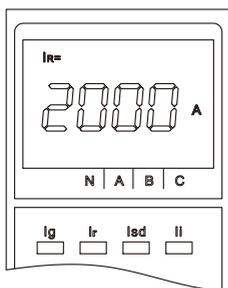
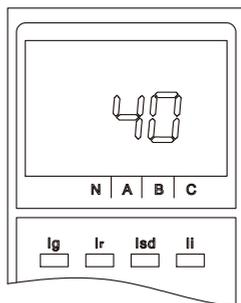

图89 I_r 设定值
图98 操作次数
③ 查询状态：在缺省界面下，按“菜单”键一次进入整定值查询状态，再按“→”键依次查询四段保护及其他参数，详见图89~图98，具体调整数据范围见说明书序4.2